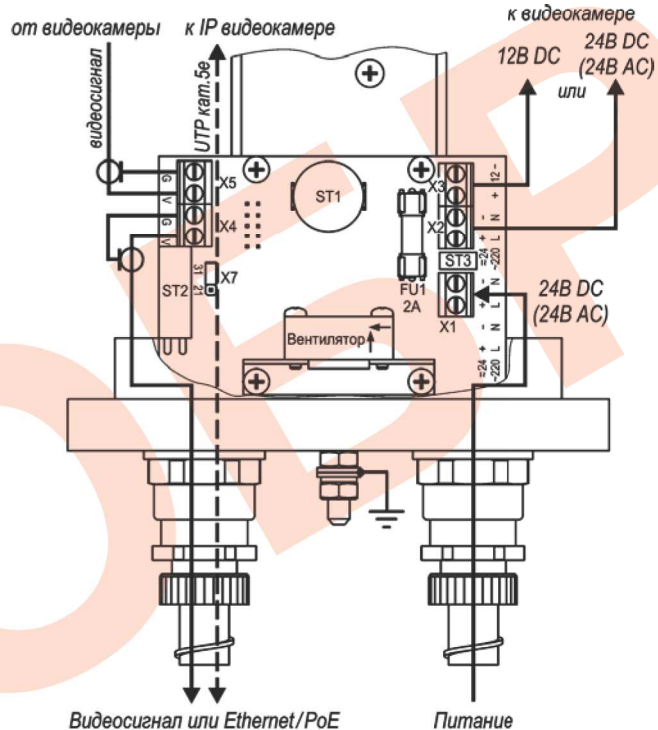

Рис.2 Подключение ТГБ-4Г Ех-24/12(24); ~24/12(~24)
4. Подсоединить видеокамеру к контактам платы коммутации в соответствии со схемой подключения (рис.2, 3 или 4).
5. Ввести через гермовводы внешние кабели (кабель видео и кабель питания) и подключить их к плате коммутации (рис.2 или 3).
Предприятием изготовителем джампер Х7 установлен в положение «31» - мощность обогрева 31 Вт, для изменения мощности на 21 Вт джампер Х7 необходимо переставить в положение «21» (см. рис.2 и 3).